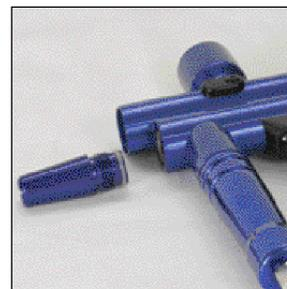
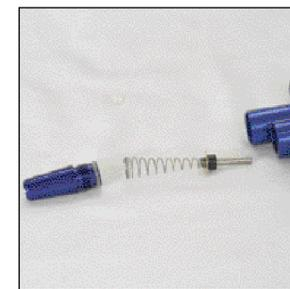

Figura 39
Figura 40
2. Desenrosque la ficha ASA para acceder al conjunto del sello tipo copa. Ver Figura 39. Retire el resorte de la válvula, el conjunto del sello tipo copa y la guía tal como se ilustra en la Figura 40.